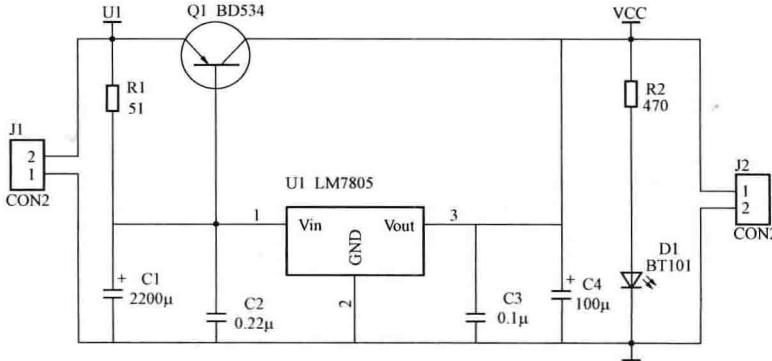

图 1-1 电路原理图
(1) 原理图 (Schematic) 设计模块。电路原理图是表示电路原理或电气产品的重要技术文件，主要由代表各种电子元器件的图形符号、线路和连接点等组成。图 1-1 就是一张由原理图设